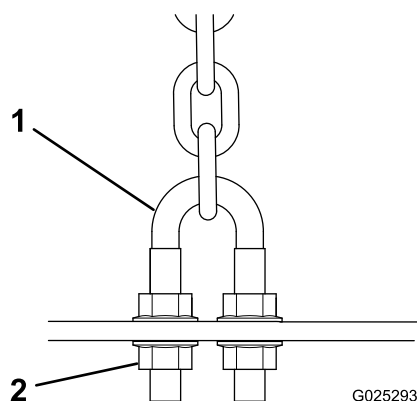
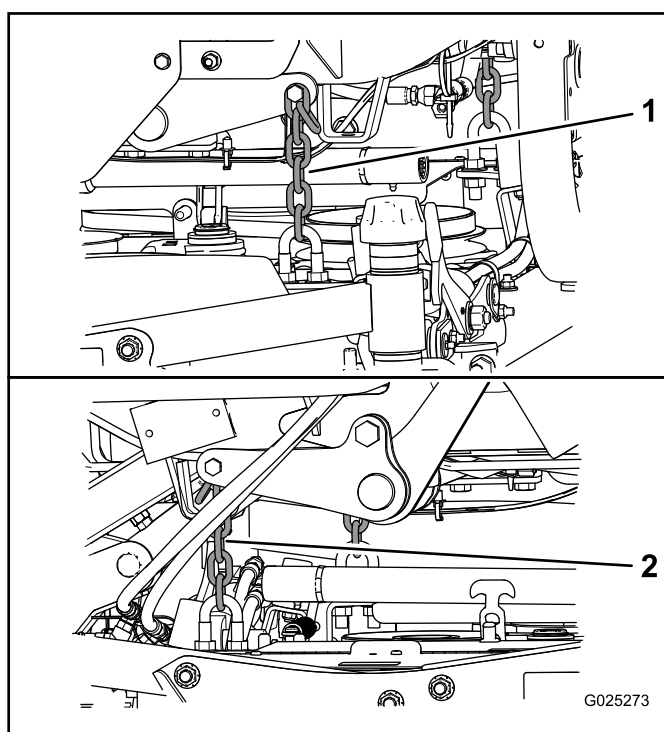

Figura 6
Figura 7
7. Regolate i controdadi dei bulloni a U (Figura 6) che fissano le catene posteriori (Figura 7) del tosaerba per
8. Regolate i controdadi che fissano le catene della scocca al piatto di taglio, fino a livellare il piatto di taglio (Figura 7).